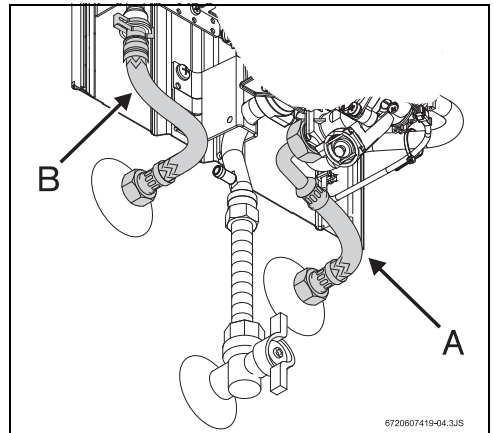

Fig. 10 Conexión del agua
- ▶ Identificar el tubo de agua fría (Fig. 10, [A]) y el tubo de agua caliente (Fig. 10, [B]), para evitar cualquier conexión equivocada.